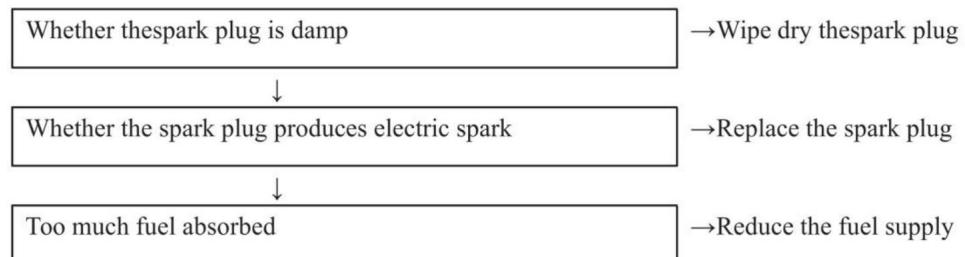

Fig 10
8.7 Smarowanie Po opuszczeniu fabryki fabryka nałożyła smar na skrzynię biegów. Klienci nie muszą dodawać więcej, w przeciwnym razie kafar nie będzie działał. Gdy łączny czas pracy osiągnie 30 godzin, należy dodać 20- 30g smaru.Patrz rys.10.